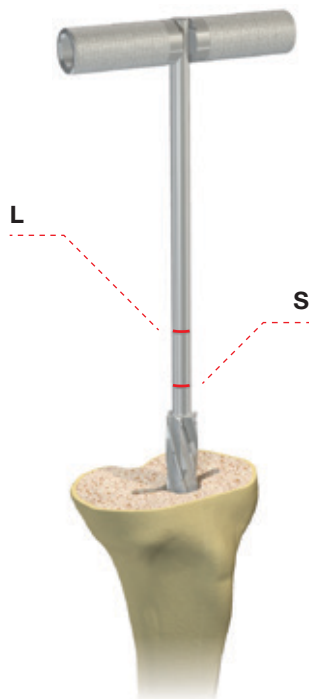

Figure 4
Si le second repère (L) est atteint, une quille longue est requise (*figure 4*). Il convient alors d'associer la quille tibiale d'essai au module tibial d'essai décalé (droit/+3 mm/+6 mm) et au module d'extension (long) (9066.47.615). L'implant définitif sera constitué de la quille définitive et du module L (*tableau 1*).